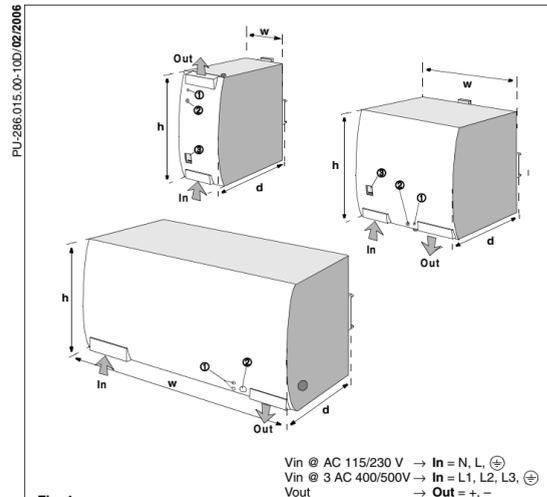

Fig. 1
• Tempo de carga 18...27s	Período do efeito-tampão (ver fig. 1)